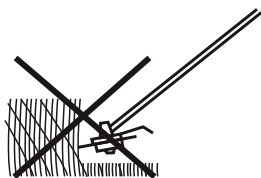
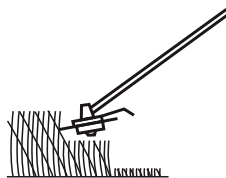

Fig. 23
Fig. 24
- > Appuyez sur la manette de blocage [23] et sur l'accélérateur [22] (fig. 23).
- > N'essayez pas de couper les herbes hautes d'un seul coup: procédez toujours par étapes (fig. 23). Une coupe par étapes donne de meilleurs résultats (fig. 24).